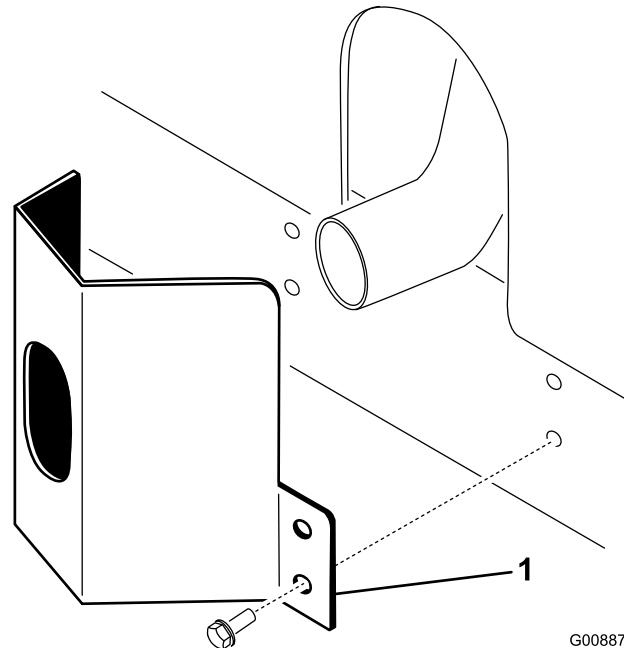

図 10
- フレームについている取り付け穴に合わせてマフラー部にガードを取り付ける図 10。